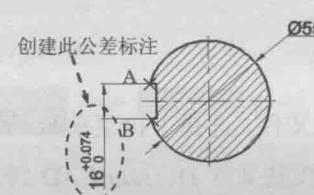

图 1.1.25 创建带公差的线性标注
(1) 选择下拉菜单 **标注⑩** → **线性①** 命令, 分别捕捉图 1.1.25 中的 A、B 两点。
(2) 在命令行中输入字母 M (即选择“多行文字”选项), 按 Enter 键。